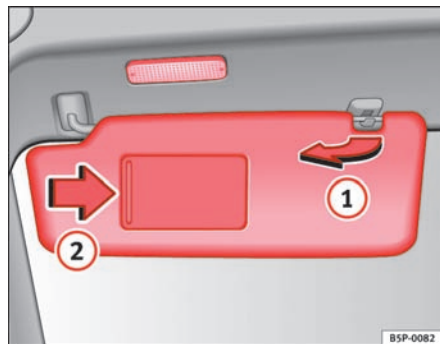

Fig. 82 Solskærm i fører-siden
Solskærmene til fører og forsædepassager kan trækkes ud af holderne i midten af bilen og drejes over til dørene ⇒ fig. 82 ①.